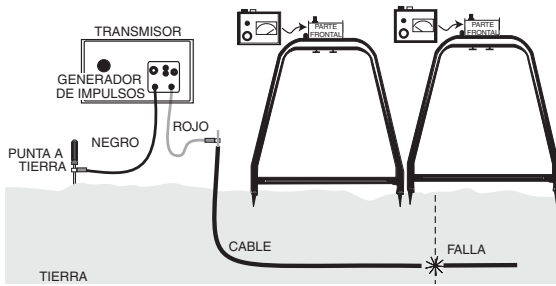
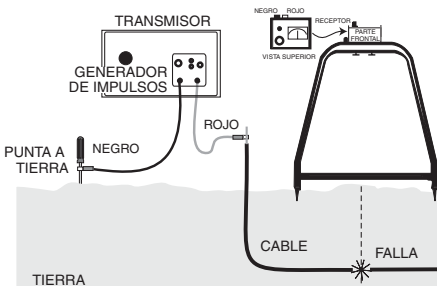

Figura 3. Trayectoria del Cable de Sondeo – Inversa
Figura 4. Receptor de Anulación – Primera Vez
- Encienda el receptor. Verifique la condición de la pila oprimiendo el botón de verificación de pila y observando el medidor. Inserte las sondas del Bastidor “A” a la tierra. (Véase la Figura 3). Si todas las sondas hacen buena conexión a tierra, el receptor emitirá estímulos hacia la falla (en dirección contraria al transmisor) al paso con el tono audible del transmisor.
Para determinar la ubicación exacta, mueva el Bastidor “A” en dirección hacia el estímulo negro hasta que el mismo cambie a rojo. (Véase la Figura 3). Ahora mueva el Bastidor “A” nuevamente en incrementos pequeños al estímulo rojo hasta que vuelva a cambiar a un estímulo negro o se anule. (Véase la Figura 4).